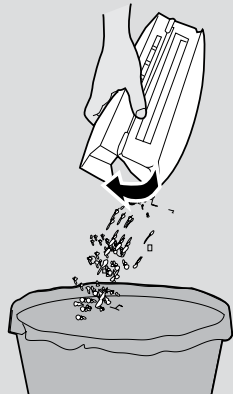

Fig. 18
2. Fixar o depósito de pó sobre um caixote de lixo. **[Fig. 18]**